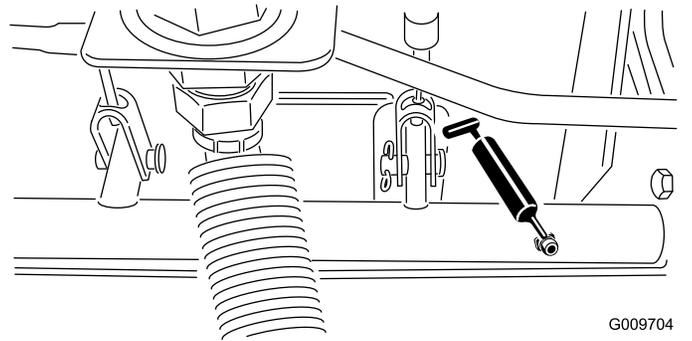

Figura 23
- Rolamentos articulados do eixo do travão (5) (Figura 23)